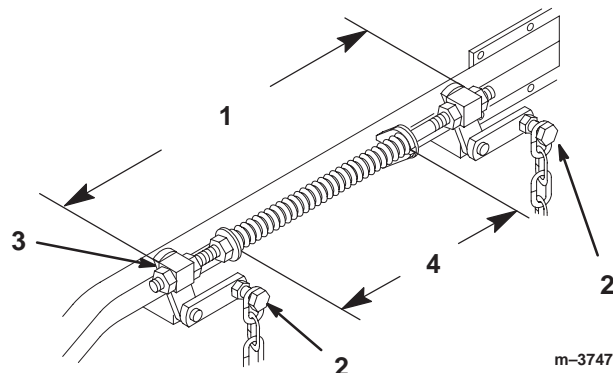

Figure 52
- Desserrez les 4 boulons de chaîne supérieurs dans les fentes. Vérifiez la longueur des ensembles tige/pivot. Il doit exister un écart de 496 mm (19-17/32") entre l'extérieur du pivot arrière et l'extérieur du pivot avant (Fig. 52). Vérifiez que les quatre pivots bougent librement dans les trous.
- Tirez sur les quatre (4) boulons supérieurs de fixation des chaînes dans les fentes pour supprimer le mou dans les chaînes et serrez les contre-écrous à collerette. (Le plateau de coupe est encore supporté par deux cales à l'arrière et une cale à l'avant de la machine.)
2. Les ressorts sont comprimés pour obtenir un écart de 279 mm (11") entre les deux grandes rondelles (Fig. 52).
3. Tournez l'écrou devant chaque ressort pour obtenir le réglage voulu (Fig. 52). Tournez l'écrou dans le sens horaire pour raccourcir le ressort et dans le sens anti-horaire pour l'allonger.